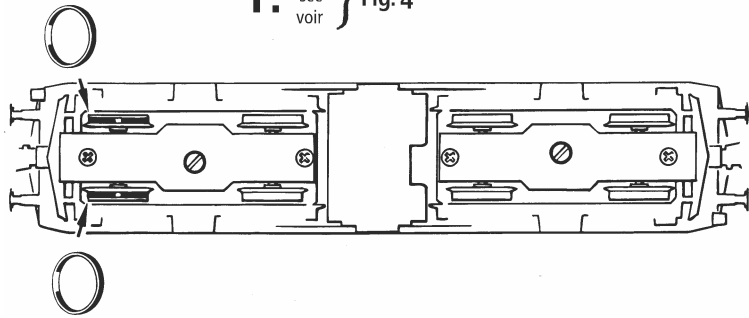

Fig. 9
2. Schmierung: Versehen Sie die im Schmierplan in Fig. 9 gekennzeichneten Stellen mit nur **kleinen Öltropfen**. Dazu zuerst das Lokgehäuse abnehmen (Fig. 3). Wir empfehlen das Fleischmann Spezial-Öl Art.-Nr. 6599
N'appliquez **qu'une toute petite goutte** aux endroits indiqués par le plan de graissage (fig. 9) après avoir démonté la caisse de la locomotive (fig. 3). Nous vous recommandons le graisseur à huile Fleischmann réf. 6599.
2. Lubrication: Apply **tiny oil drops** to spots marked in fig. 9. Prior to lubrication dismantle locomotive (fig. 3). We recommend using item no. 6599, Fleischmann oiler.